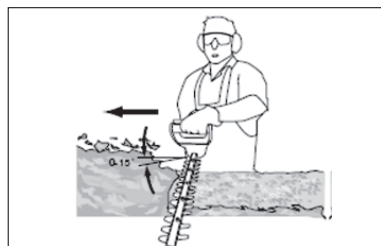

Fig. 7
5. Após o corte dos lados, inicie o corte da parte superior. Tente manter o dispositivo de corte a um ângulo de aproximadamente 15° da superfície de corte (Fig. 7).